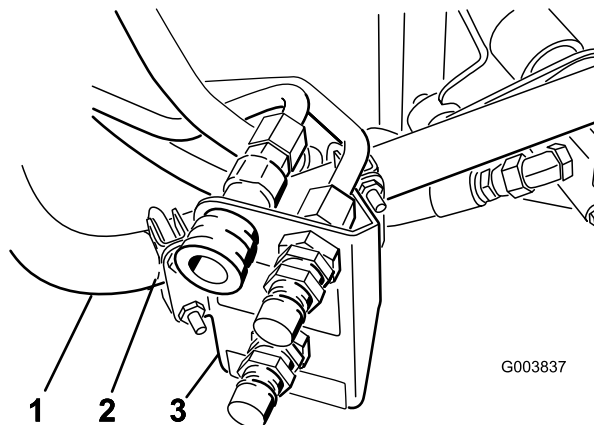

Figura 11
3. Poziționezi temporar suportul de cuplare pe cadrul tubular rotund; consultai Figura 11.